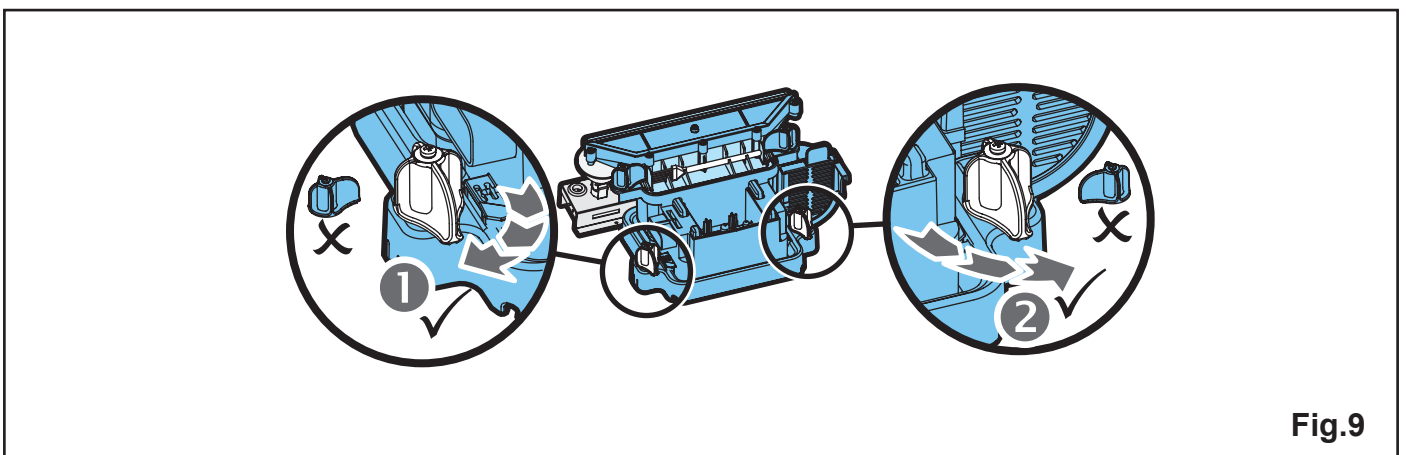

Fig.9
5. Maak de onderste vergrendellijpjes van de opvangbak los door deze 90° te draaien, hierdoor kan de opvangbak volledig worden verwijderd. (Zie Afb.9)